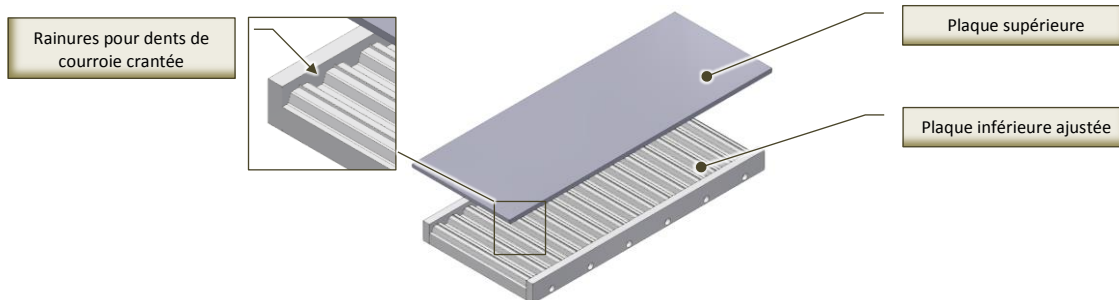

Fig. 8.4-5 - Positionnement de la courroie dentée HabaSYNC sur les plaques de jonction
3. Si vous souhaitez réparer une courroie crantée HabaSYNC, chargez-la dans les plaques de jonction (Fig. 8.4-5) :